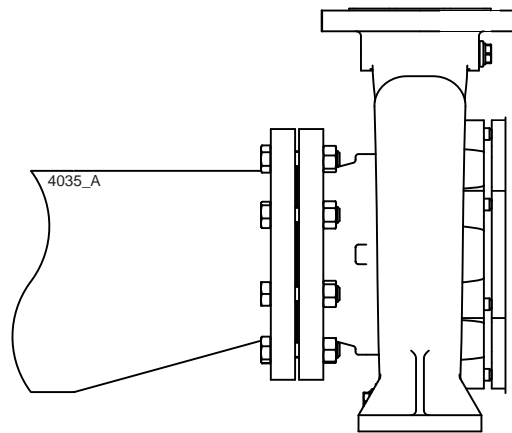

Abbildung 6: Exzentrisches Reduzierstück zum Ansaugflansch.
- Der Durchlass der Saugleitung muss genügend groß sein. Diese Leitung ist zur Vermeidung von Luftsäcken so kurz wie möglich und zur Pumpe hin ansteigend zu verlegen. Ist dies nicht möglich, so muss am höchsten Punkt der Saugleitung eine Entlüftungsmöglichkeit vorgesehen werden. Hat die Saugleitung einen größeren Querschnitt als der Saugstutzen, muss ein exzentrisches Reduzierstück eingesetzt werden, sodass kein Luftsack und keine Wirbel entstehen können. Siehe Abbildung 6.